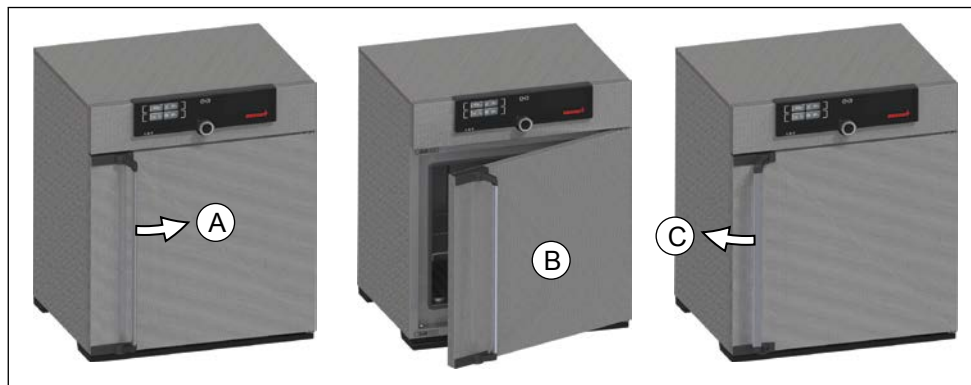

Abb. 12 Tür öffnen und schließen
- ▶ Zum Öffnen der Tür Türgriff zur Seite ziehen (je nach Türvariante links oder rechts, Abb. 12, A). Die Tür springt einen Spalt auf, so dass auf Wunsch bei hoher Temperatur im Arbeitsraum die Hitze mit angelehnter Tür ablüften kann. Die Tür kann dann ganz geöffnet werden (B).
- ▶ Zum Schließen Türgriff zudrücken (C).